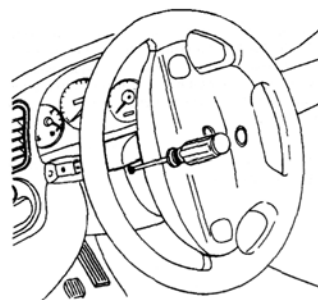

Рис. 1
- 3) Открутите два шурупа на рулевой колонке, поворачивая руль в нужное направление и снимите верхнюю крышку (рис. 1).